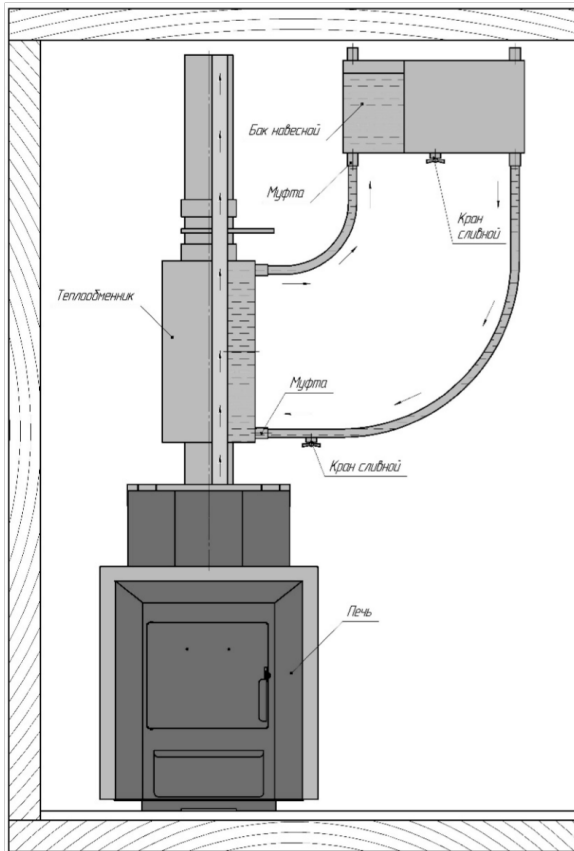

Рисунок 3
2. На печь устанавливается теплообменник, который подсоединяется к выносному баку-это отдельно весящий бак, который может быть размещен, в любом удобном месте или помещении (рисунок 3).